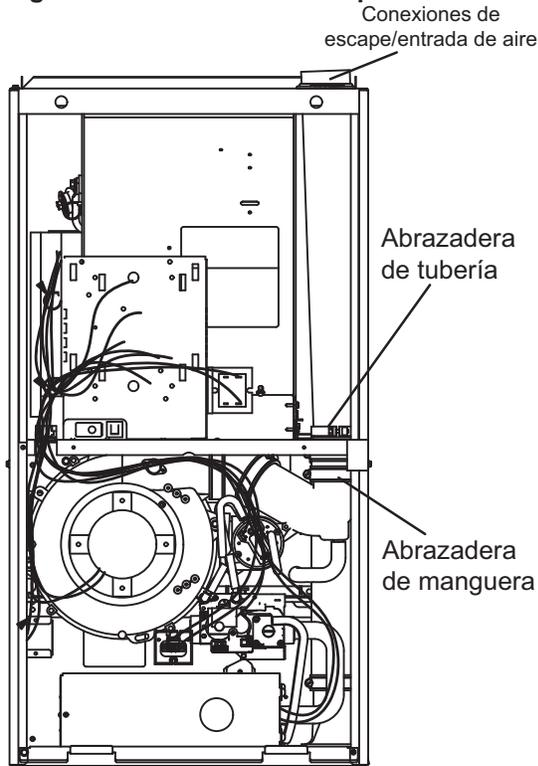
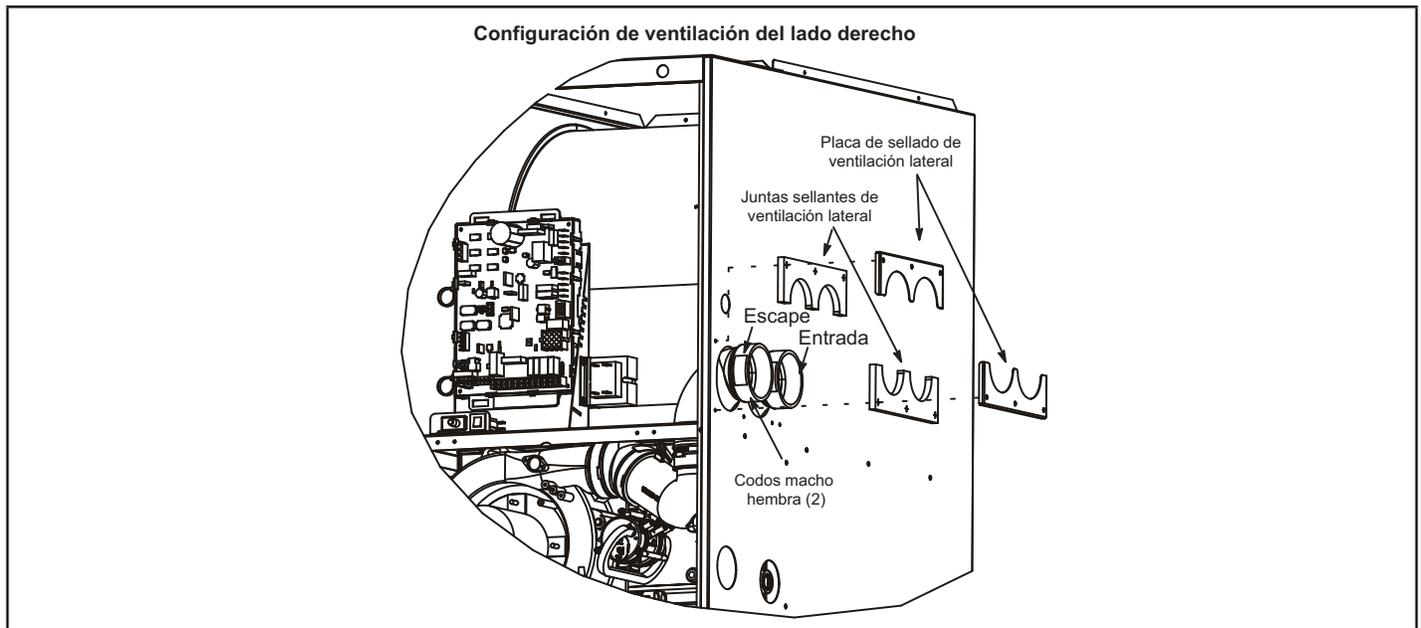

FIGURA 20
FIGURA 23
La unidad EL297DFE se envía con la conexión de escape de ventilación / toma de aire en la tapa superior. Ver la FIGURA 20. Usando las partes suministradas, el calefactor se puede modificar en el sitio para tener estas conexiones al lado derecho del gabinete del calefactor. Vea la FIGURA 23 y siga los pasos a continuación. Para la ventilación de lado izquierdo, ordenar el kit 87W73.
- 2 - Afloje las abrazaderas de manguera que sujetan los accesorios de caucho a las tuberías de PVC blanco dentro del área del vestíbulo. Ver la FIGURA 20.
- 3 - Afloje la abrazadera que sujeta las tuberías en la cubierta del soplador. Ver la Figura 20.
- 11 - Desprenda la cubierta protectora posterior de las juntas de sellado de la ventilación lateral (2) y aplíquelas a las placas de sellado de la ventilación lateral (2) como se muestra en la FIGURA 23.
- 12 -Instale las placas y juntas de sellado de la ventilación lateral en el exterior del gabinete como se muestra en la FIGURA 23. Sujételas con seis tornillos de montaje (cuatro reutilizados y dos de la bolsa). Los agujeros están pretaladrados en las partes y el gabinete, así que no hay que taladrar.